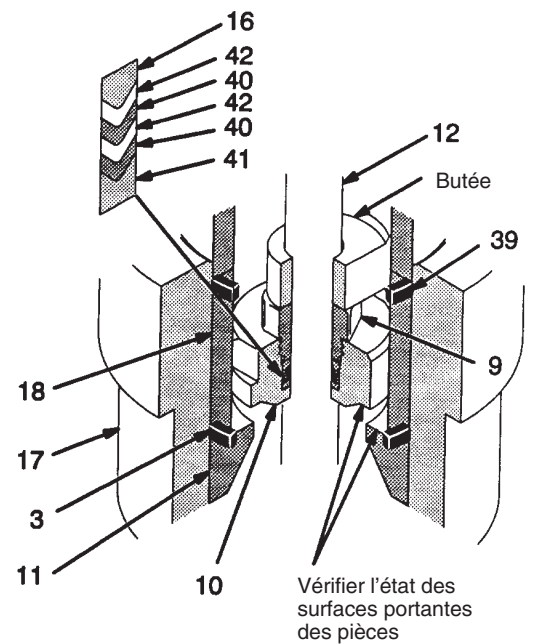
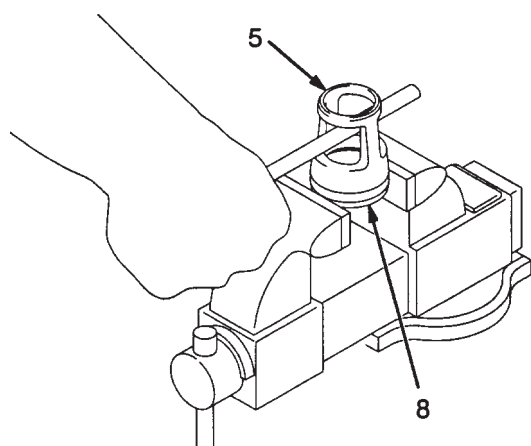

Fig. 6
Fig. 7
Pendant le démontage de la pompe, disposer les pièces en ordre de manière à faciliter le remontage. Voir Fig. 6.
14. Serrer les méplats du piston (6) dans un étau. Dévisser la tige de piston (1) du piston (6). Retirer du piston l'ensemble de siège et guide de piston. Vérifier que les surfaces portantes du piston (6) et de son siège (8) ne présentent aucun dommage. Voir l'illustration Détails à la Fig. 6.
15. Retirer la tige de piston (1) de l'étau et vérifier qu'elle ne présente aucune entaille ou éraflure en y passant le doigt.
16. Placer l'ensemble de siège et guide de piston dans l'étau et refermer les mâchoires sur les méplats du siège (8) en serrant juste assez pour maintenir la pièce dans l'étau. Glisser une tige en laiton dans les ouvertures du guide de piston (5) et le dévisser du siège comme indiqué Fig. 7. Retirer le joint d'étanchéité (7) du piston.
17. Prendre l'ensemble de clapet de pied qu'on a retiré selon les indications fournies au point 10 et dévisser l'écrou de presse-étoupe (9) du corps du clapet (10). A l'aide d'une pique à joints toriques, retirer les anneaux presse-joints (16, 41) et les joints en V (40 et 42) du corps du clapet. Voir Détails, Fig. 6.
18. Dévisser la manette du robinet de décompression (28) et l'extraire complètement du corps de celui-ci. Nettoyer les filets et l'orifice de purge à l'intérieur du corps du robinet, qu'il n'est pas nécessaire de retirer du carter de sortie (18).
19. Retirer l'écrou de presse-étoupe (2), les joints de presse-étoupe (22, 24) et les anneaux presse-joints (21, 23) du carter de sortie (19). NE PAS retirer de ce carter le raccord de sortie produit (20) ni son joint torique (25), à moins que leur remplacement ne soit nécessaire.
1. Installer le siège (11) de clapet de pied dans le logement (17), chanfrein large orienté vers le bas du logement. Enduire le joint torique (3**) de lubrifiant et l'installer dans le logement. Mettre le logement de côté.
2. Installer le joint de piston (7**) sur le siège de piston (8). Placer le siège dans un étau en serrant les mâchoires juste assez pour maintenir la pièce dans l'étau. Appliquer de l'étanchéifiant sur les filets du siège et du guide (5) de piston. Visser le guide sur le siège (8). Serrer le guide à l'aide d'une tige en laiton jusqu'à ce qu'il soit bien en place, et ce au couple d'environ 125 à 137 N.m. Voir Fig. 7 et Fig. 8.
3. Serrer les méplats de la tige (1) de piston dans un étau à mâchoires souples. Enduire d'étanchéifiant les filets de la tige et les filets supérieurs du piston (6). Placer l'ensemble de siège et guide de piston sur le piston et visser celui-ci à fond sur la tige (1).